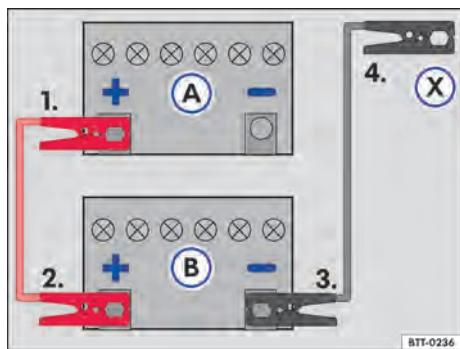

Fig. 213 Esquema para a conexão dos cabos auxiliares de partida: bateria do veículo descarregada (A) e bateria do veículo fornecedora de corrente (B).
Legenda para → Fig. 213:
- Conectar uma extremidade do cabo auxiliar de partida **vermelho** ao polo positivo → Fig. 213 **(+)** do veículo com a bateria do veículo descarregada (A) → **▲**.
- Conectar a outra extremidade do cabo auxiliar de partida **vermelho** ao polo positivo **(+)** da bateria do veículo fornecedora de corrente (B).
- Conectar uma extremidade do cabo auxiliar de partida **preto** ao polo negativo **(-)** da bateria do veículo fornecedora de corrente (B).
- Conectar a outra extremidade do cabo auxiliar de partida **preto** **(X)** no veículo com a bateria do veículo descarregada em uma peça maciça de metal parafusada firmemente ao bloco do motor ou no próprio bloco do motor - porém não nas proximidades da bateria (A) → **▲**.